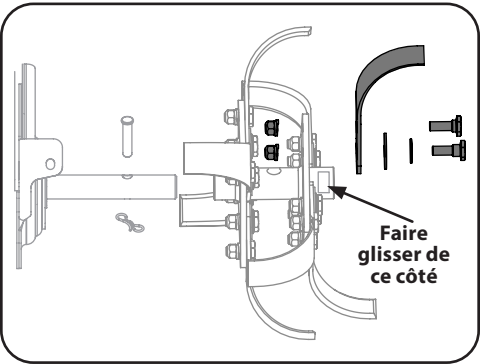

Figure 4-8
- 1. Retirez la quincaillerie qui se trouve sur les dents en haut. Elle comprend des boulons à épaulement sur le côté extérieur, un écrou autobloquant et une rondelle de blocage sur le côté intérieur. Voir Figure 4-8.
- 2. Retirez la quincaillerie sous les dents au bas. Elle comprend une rondelle Belleville, une rondelle plate un peu plus large sur le côté extérieur, un écrou autobloquant et une rondelle de blocage sur le côté intérieur. Voir Figure 4-8.